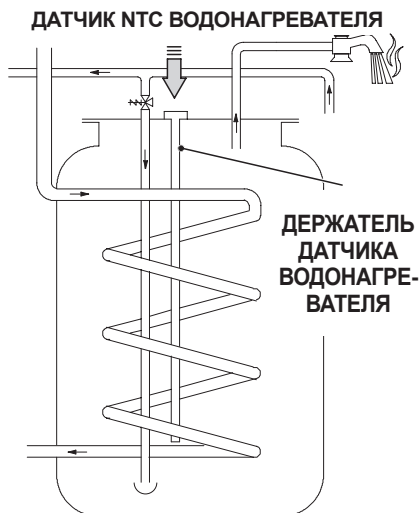

Рисунок 5.31
- Вставьте датчик NTC в самый длинный держатель датчика водонагревателя (Рисунок 5.31).